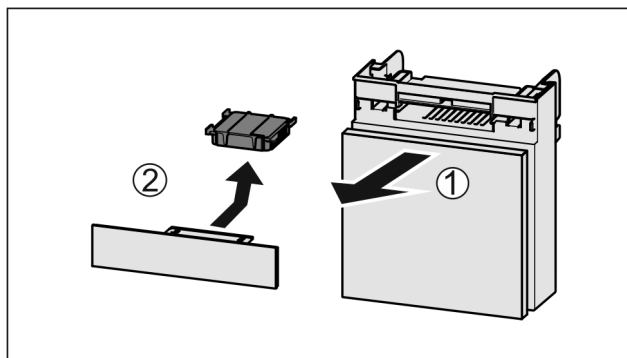

Fig. 159
- Zásuvku vytáhněte dopředu Fig. 159 (1).
- Filtr s aktivním uhlím vyjmete Fig. 159 (2).